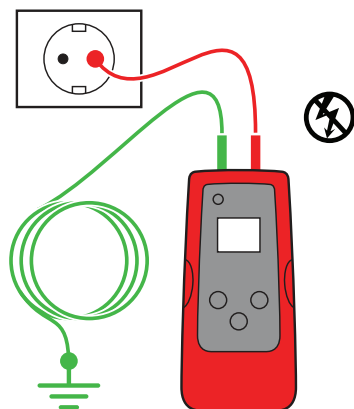

Figura 3.3a
3. Conecte el terminal verde a una conexión a tierra independiente (estructura metálica del edificio, tubería de agua metálica o cable a tierra/tierra de protección (PE) en un circuito independiente).
**ATENCIÓN:** Por razones de seguridad, esto sólo se permite en circuitos desenergizados. (consulte la Figura 3.3a) No utilice un cable a tierra que esté ubicado paralelo al cable que rastreará, puesto que reducirá o cancelará la señal de rastreo.